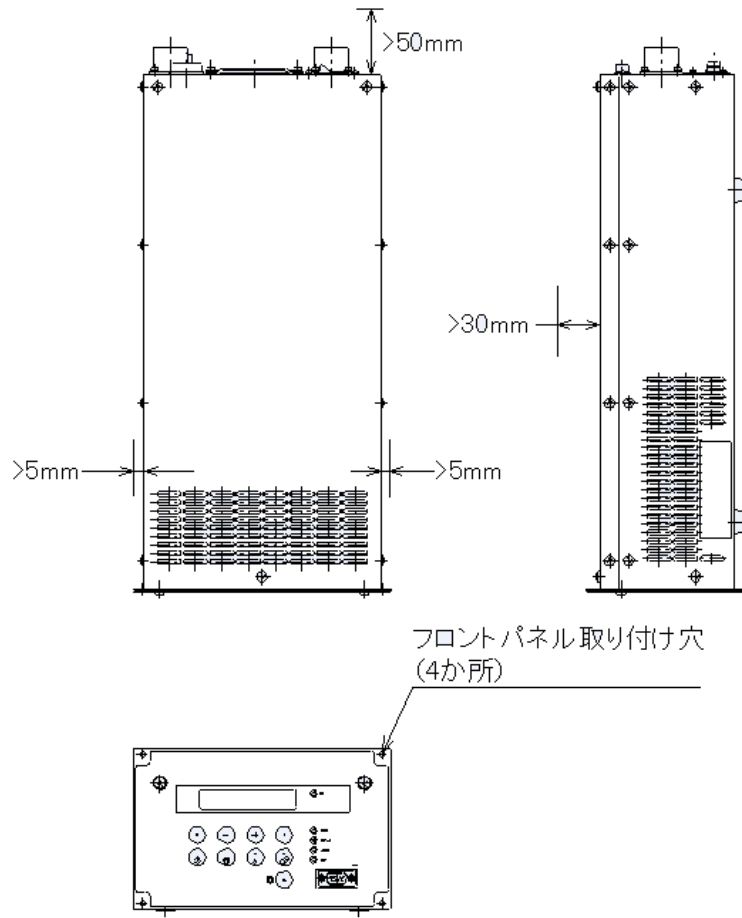

図 5-1 確保するスペース
- (3) このとき、コントローラ内部の冷却のため、コントローラ周囲に上面30 mm、側面5 mm、リアパネル面50 mm以上の十分なスペースをラック内に確保します（図5-1参照）。